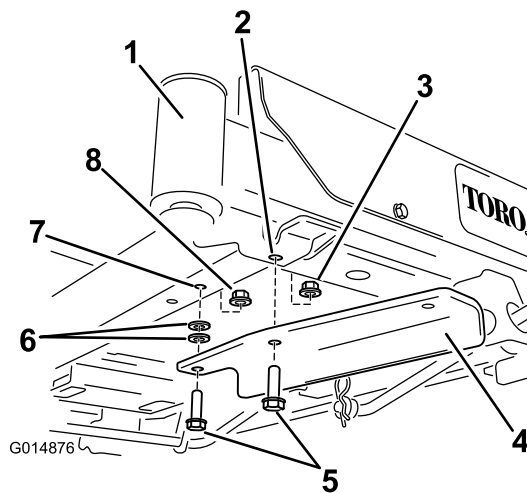

Figura 6
- Si la máquina no tiene pedal de elevación asistida, sujete el soporte usando dos pernos ($\frac{3}{8}$ " \times 1 $\frac{1}{4}$ "), dos arandelas y dos contratuercas ($\frac{3}{8}$ ") (Figura 6).